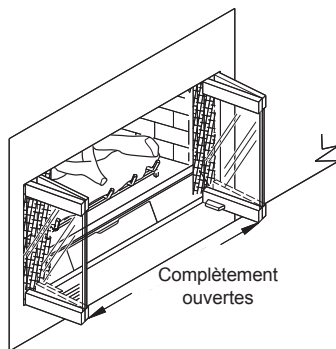

Figure 10 - Portes pliantes complètement ouvertes
- Les portes vitrées doivent être utilisées uniquement en position entièrement ouvertes (voir figure 10, page 9).